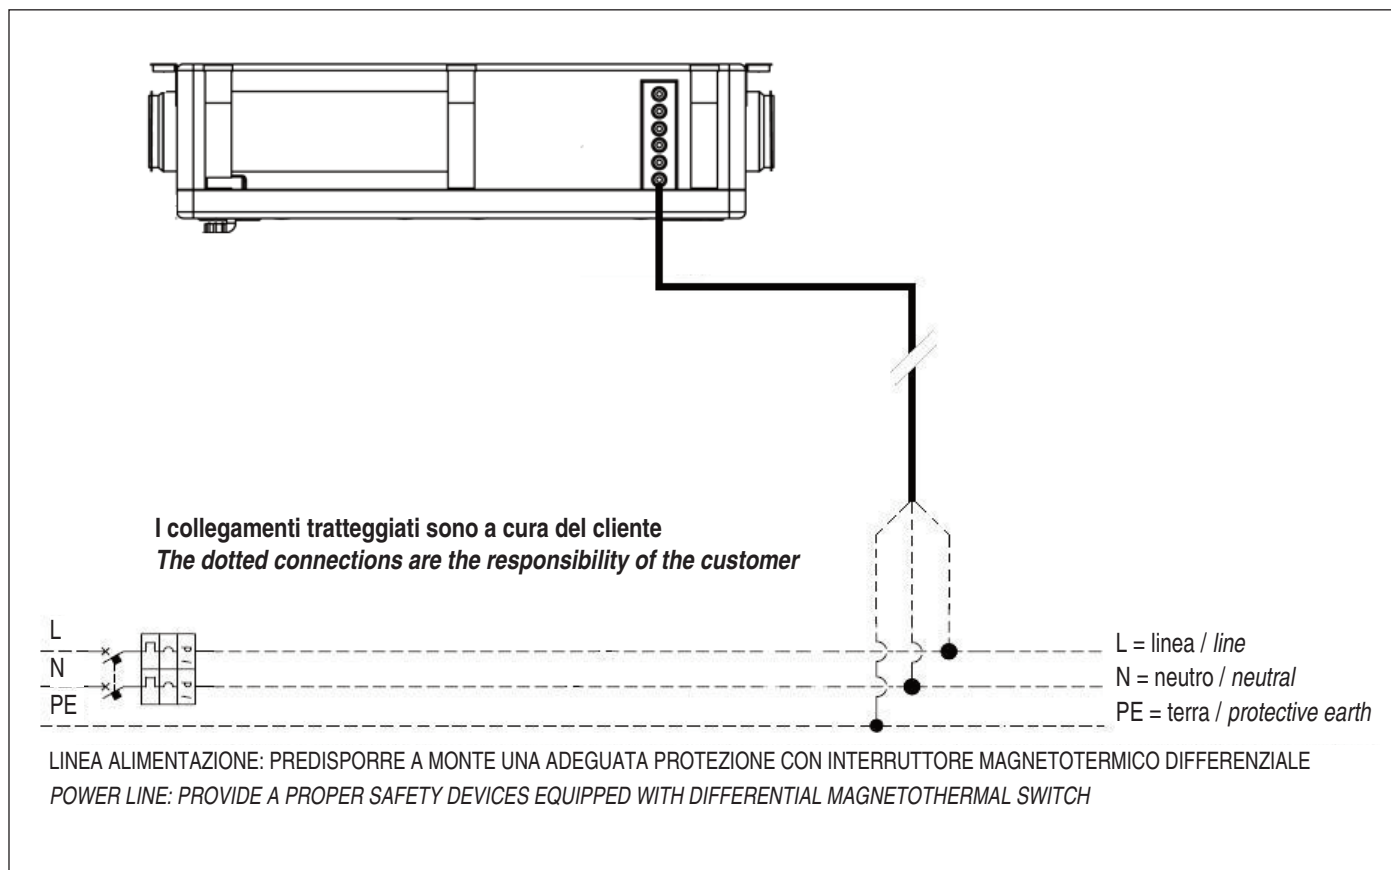

fig. 9
- Prima di mettere in funzione il dispositivo controllare la perfetta integrità dei vari componenti e dell'impianto elettrico a cui va collegata (fig. 9).
- Before starting the device, check that the various components and the electrical system the device is connected to are in perfect order (fig. 9).
- Le connessioni e i cavi usati per esse sono a cura di chi installa (fig.9).
- Connections and cables have to be supplied by the installer (fig. 9).